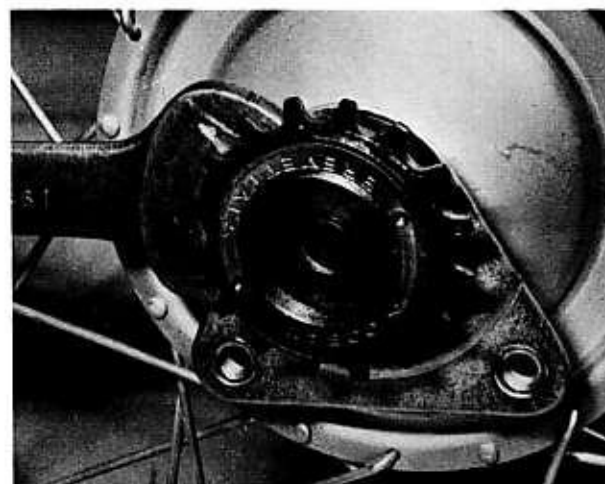
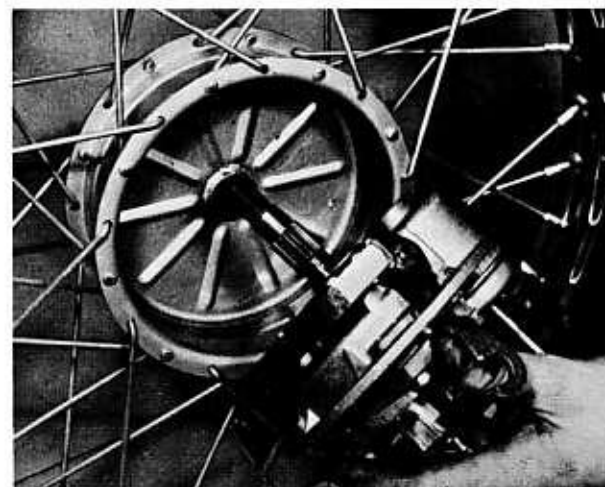

Bild 56
Bild 57
- Das Freilauf mit einem dünnen Gabelschlüssel von der rechten Radseite abschrauben (Bild 56) und den Lagerschild abnehmen. Nun kann die Nabe von der linken Seite her aus dem Rad herausgezogen werden (Bild 57). Ein Teil des am Rad verbleibenden Nabengehäuses dient als Bremsstrommel, und die einzige Bremsbacke sitzt an der Nabenhinterseite.